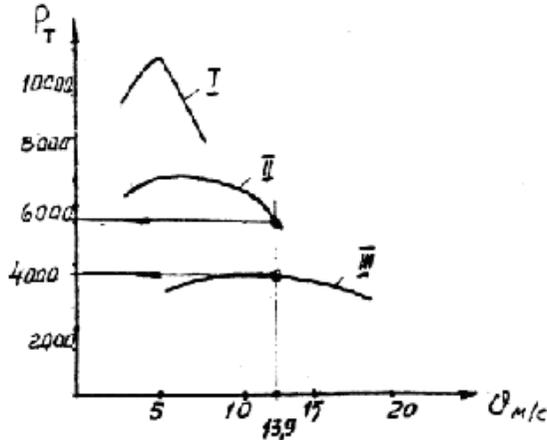

Рисунок 3.4. Тяговая характеристика автомобиля
3.9. Определите, на какой передаче автомобиль может двигаться с разгоном, а также значение ускорения, если он движется со скоростью 50 км/ч по асфальтобетонной дороге ($f = 0,012$), имеющей подъем $1,5^\circ$. Напишите уравнение тягового баланса для данных условий движения при этом воспользуйтесь тяговой характеристикой (рисунок 3.4.), если известно: габаритная высота автомобиля $H = 2,2$ м; ширина колеи передних колес $B = 1,6$ м; коэффициент сопротивления воздуха $k_w = 0,687 \text{ Н} \cdot \text{с}^2/\text{м}^4$; полный вес автомобиля $G_a = 72520$ Н.
Дано: $i_{k1} = 6,48$; $i_{k2} = 3,09$; $i_{k3} = 1,0$; $f = 0,012$; $\alpha = 30^\circ$; $V = 50$ км/ч; $B = 1,6$ м; $k = 0,687 \text{ Н} \cdot \text{с}^2/\text{м}^4$; $G_a = 72520$ Н; $H = 2,2$ м. (см. рисунок 3.4.)